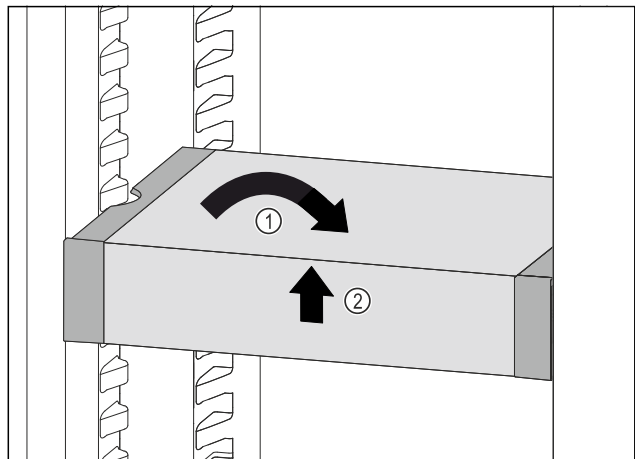

Fig. 55
- ▶ Remettre le VarioSafe droit. Fig. 55 (1)
- ▶ Soulever la partie avant du VarioSafe. Fig. 55 (2)